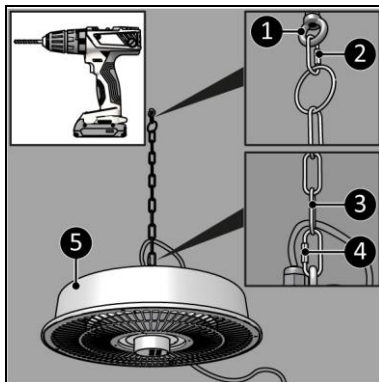

Figura 7
2. Introduceți bulonul cu pană în gaură (Figura 7, poz. 1).
3. Atașați cârligul de carabină (Figura 7, poz. 2) la inelul lanțului de ancorare (50 cm) și bulonul cu pană (Figura 7, poz. 1).
4. Atașați cârligul de carabină (Figura 7, poziția 4) la celălalt capăt al lanțului suspendat (50 cm) (Figura 7, poziția 3) și inelul de ancorare al dispozitivului (Figura 7, poziția 5).
3. Atașați cârligul de carabină (Figura 7, poziția 4) la lanțul suspendat (Figura 7, poziția 3) și inelul de ancorare al dispozitivului (Figura 7, poziția 5).